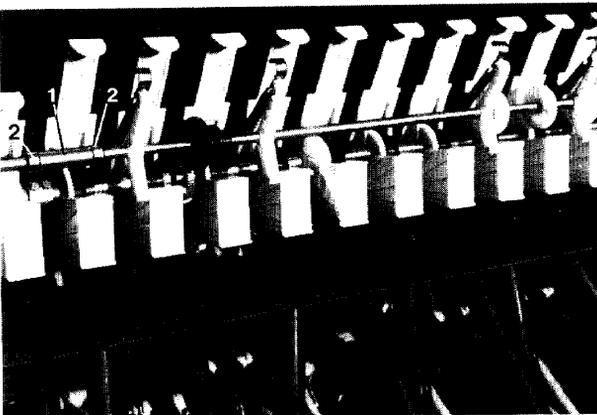

Fig. 116
- Un guide tubulaire (fig. 116/1) assurant l'alignement axial de l'arbre est logé dans un évidement d'un carter de distribution. En basculant l'arbre, ce support est retiré de son logement et doit y être remis, après montage. Le guide tubulaire (fig. 116/1) est calé axialement sur l'arbre au moyen de bagues (fig. 116/2).
La figure 116 montre l'arbre de distribution pour grosses graines complet en place après montage.